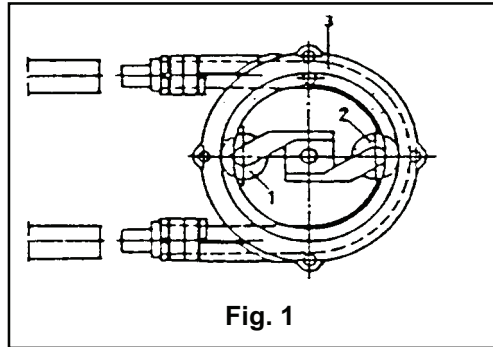

Fig. 1
1) Isolare la pompa completamente dall'impianto. Provvedere al posizionamento del rullo 1 contrassegnato con una etichetta e rimuovere il carter 3 (Fig. 1).
1) Disconnect the pump from the system (fig. 1) Position roller 1, marked by a label, and remove the casing cover 3 (Fig. 1).